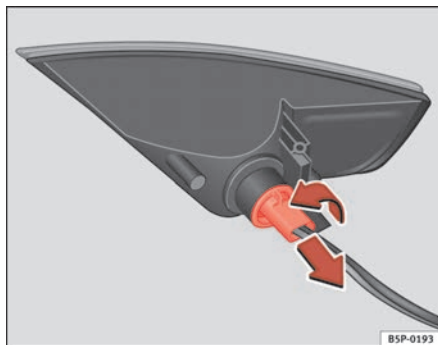

Fig. 195 Farolim retirado do pára-choques
- Rodar o porta-lâmpadas para a esquerda e extraí-lo no sentido da seta ⇒ fig. 195.